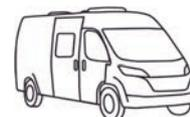

Fig. 88 Apretar las tuercas o los tornillos de las ruedas en forma de cruz
- Apretar las tuercas de rueda o los tornillos de rueda en el orden indicado en Fig. 88. Para ello, usar una llave dinamométrica y cumplir con el par de apriete especificado (véase apartado 13.5).
- Comprobar periódicamente que las tuercas o tornillos de las ruedas estén firmemente apretados. Volver a apretar las tuercas de rueda o los tornillos de rueda de una rueda cambiada después de 50 km. En esto, proceder en el orden indicado en Fig. 88.
- Al utilizar llantas nuevas o recién pintadas, reajustar además las tuercas o tornillos después de 1 000 a 5 000 km aprox. En esto, proceder en el orden indicado en Fig. 88.